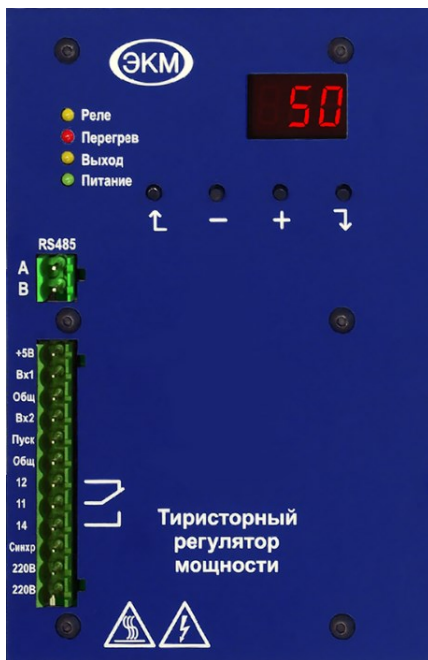

Рис. 14
- На лицевой панели регулятора (рис. 14) расположены: